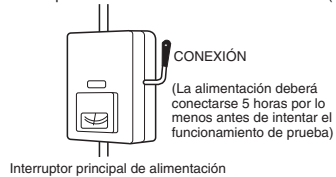

Fig. 9-1
- (1) Todos los materiales sueltos se han eliminado de la caja, especialmente limaduras de acero, trozos de cables y presillas.
- (2) Los cables de control están correctamente conectados y todas las conexiones eléctricas están apretadas.
- (3) Los separadores de protección del compresor que se utilizan durante el transporte se han quitado. Si no es así, quítelos ahora.
- (4) Los amortiguadores para el transporte del ventilador interior se han quitado. Si no es así, quítelos ahora.
- (5) Se ha activado la alimentación hacia la unidad, al menos, 5 horas antes de poner en funcionamiento el compresor. La parte inferior del compresor deberá estar cálida al tacto y el calentador del cárter alrededor de las patas del compresor deberá estar caliente al tocarse. (Fig. 9-1)